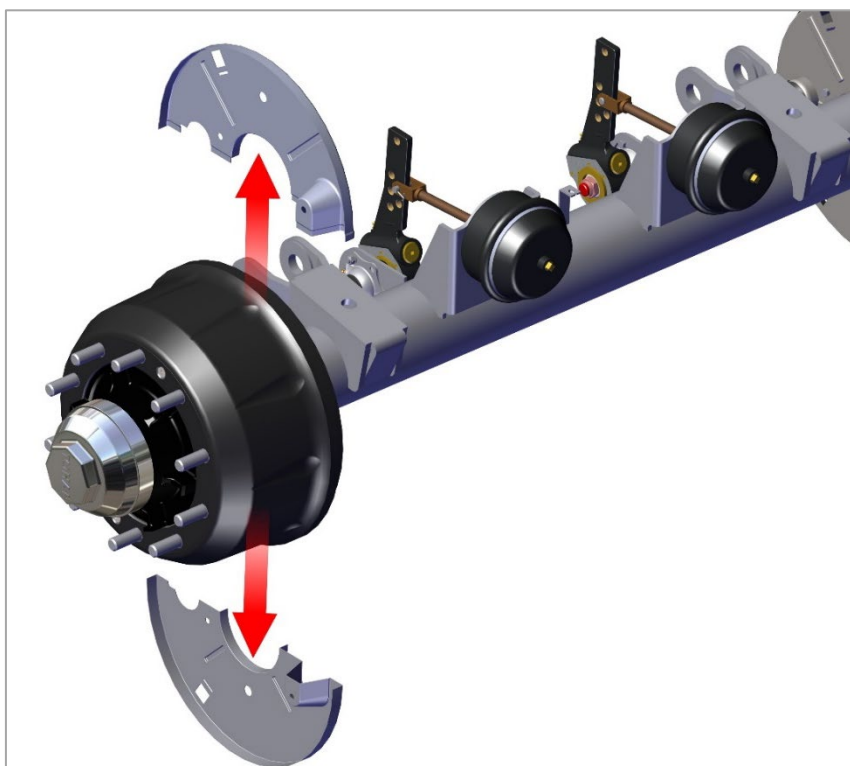

Рис. 13. Снятие грязезащитных щитков
1) Снимите грязезащитные щитки тормозного барабана, как показано на рис. 13